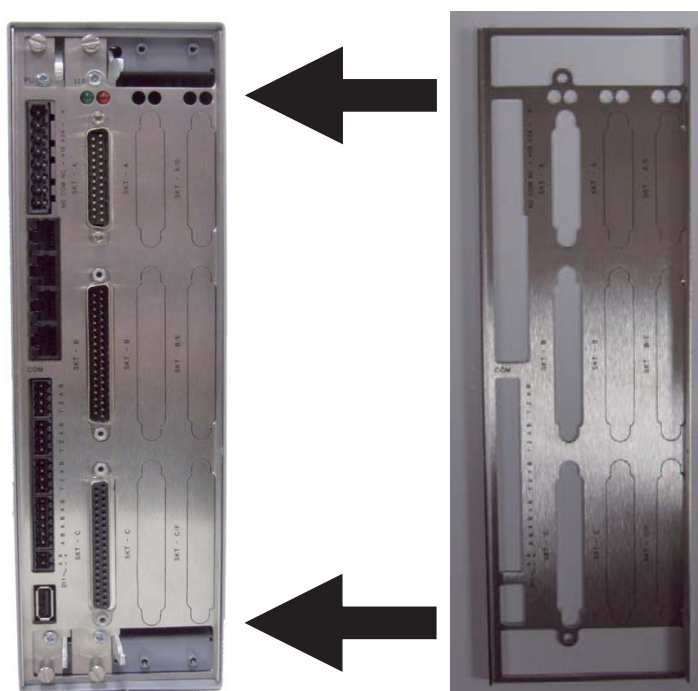

Рисунок 2-12. Защитный экран на месте
2. Разместите защитный экран поверх ей, уже установленных в контроллере S600+, и прикрепите защитный экран к модулю ввода/вывода, используя два винта, которые были сняты на шаге 1 (см. рисунок 2-12).